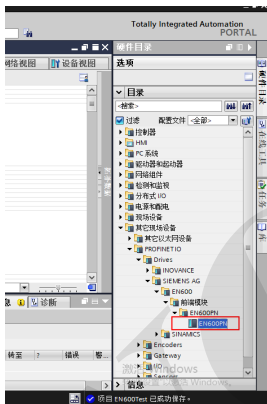

图 4-11
(5) 双击“EN600PN”，将 EN600 Profinet 设备加入到设备组态。如图 4-11